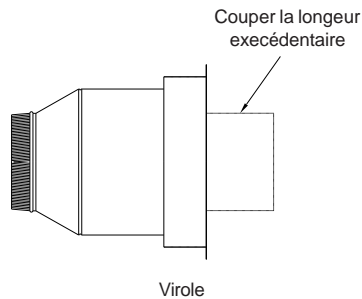

FIGURE 2
b) Prenez ensuite la virole et coupez la partie de l'embout qui dépasse (voir figure 2).